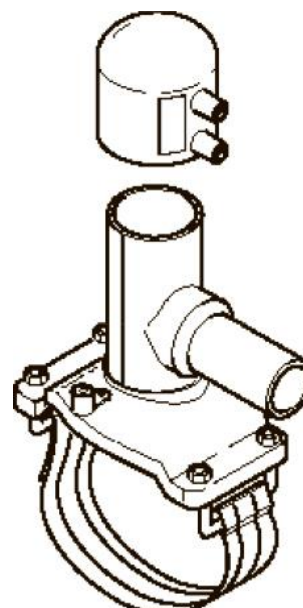

Рис.7
2. Несъемная крышка с ЗН приваривается на корпус отвода после завершения сварочных работ (Рис. 7).